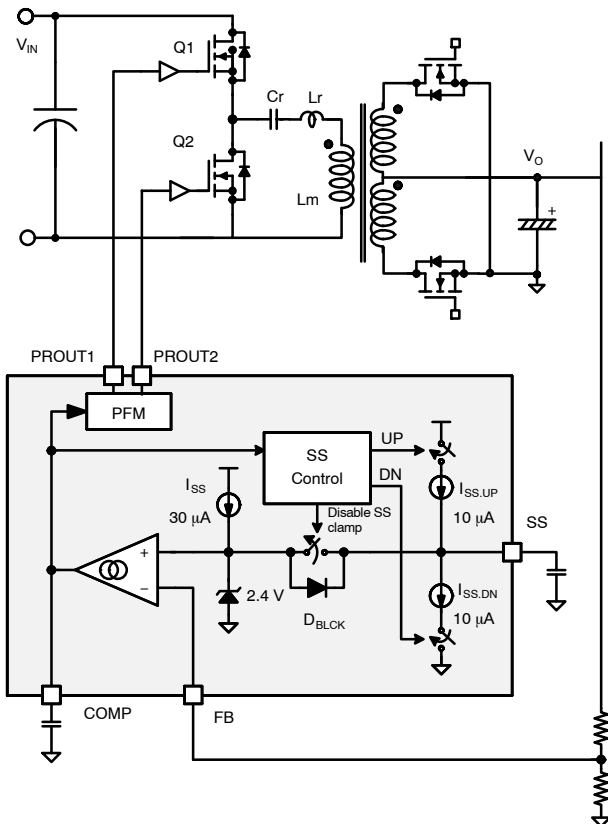

図 68. 閉ループソフトスタート回路図
図 68 は、フィードバック制御および閉ループソフトスタートの概略回路図です。通常の定常動作中、ソフトスタート (SS) ピンは、2.4 V にクランプされているエラーアンプの非反転入力に接続されています。帰還ループは、エラーアンプ出力電圧が SS ピンの電圧と同じになるように動作します。スタートアップ期間では、内部電流源 ($I_{SS,T}$) により SS コンデンサが充電され、SS ピンの電圧が徐々に増加します。従って、閉ループ SS 制御の結果、出力電圧も単調増加を示します。
SS コンデンサは過負荷保護 (OLP) 中のシャットダウン遅延時間にも使用されます。図 68 に OLP 波形を示します。通常動作中は、SS コンデンサの電圧が 2.4 V にクランプされます。出力が過負荷状態となると、 V_{COMP} が High 側で飽和し、SS コンデンサは SS 制御ブロックによりクランプ回路から切り離されます。 I_{SS} は D_{BLCK} でブロックされ、SS コンデンサは電流源 $I_{SS,UP}$ により徐々に充電されます。SS コンデンサの電圧が 3.6 V に達すると、OLP がトリガされます。ソフトスタートコンデンサが、2.4 V から 3.6 V まで充電されるのに必要な時間で、過負荷保護のシャットダウン遅延時間が決まります。